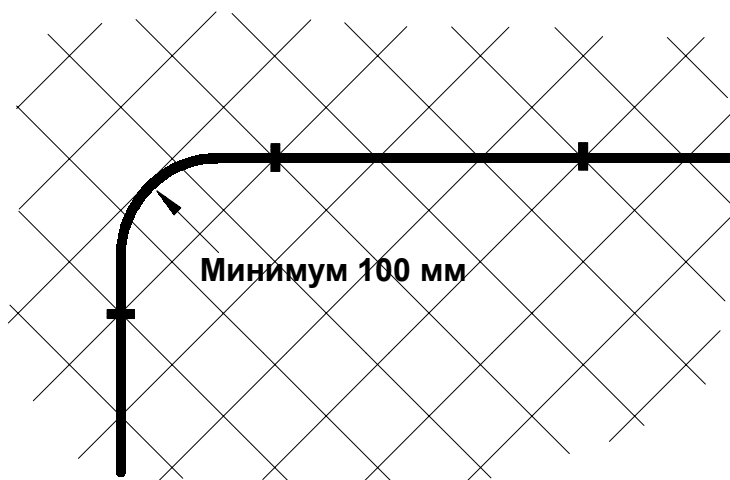

Рис. 3. Минимальный радиус изгиба сенсорного кабеля - 100 мм.
3. При прикреплении сенсорного кабеля к ограде следите за тем, чтобы наименьший радиус изгиба кабеля был не менее 100 мм (4 дюйма). Заметим, что это относится к радиусу изгиба после установки кабеля (См. Рис. 3). Прокладывая кабель вокруг имеющихся изгибов ограды, оставляйте достаточно большой радиус изгиба, чтобы не превысить максимально допустимое натяжение кабеля, указанное в следующем пункте.